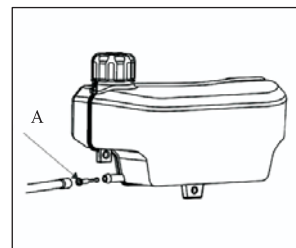

Fig. 14
3. Reinstallare il filtro del carburante (A) e il condotto del carburante (vedi Fig. 14).